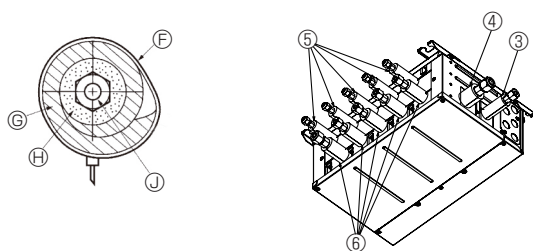
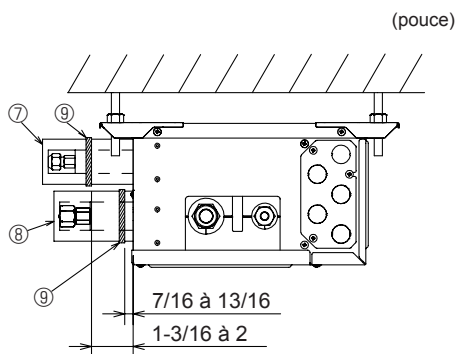

Fig. 7-4
Fig. 7-5
- Isolez les tuyaux de liquide et de gaz du boîtier de dérivation en appliquant de la mousse polyéthylène résistante à la chaleur tout autour. (Fig. 7-4) Sinon, il pourrait en résulter des blessures lors du raccordement des tuyaux ou des fuites d'eau en raison de la condensation sur ces derniers. Tout raccordement incorrect engendre un dysfonctionnement.
- (5) Appuyez les cache-tuyaux ③ et ⑤ sur les tuyaux de liquide contre l'appareil et enroulez-les pour les maintenir en place. (Fig. 7-4)
- (6) Appuyez les cache-tuyaux ④ et ⑥ sur les tuyaux de gaz contre l'appareil et enroulez-les pour les maintenir en place. (Fig. 7-4)
- (7) Fixez les sangles fournies ⑨ à 7/16-13/16 pouces (10 à 20 mm) de chaque extrémité des cache-tuyaux (③④⑤⑥).
- (8) Si l'appareil intérieur n'est pas raccordé, raccordez les cache-tuyaux (avec les bouchons, ⑦ et ⑧) sur les branchements des tuyaux de réfrigérant du boîtier de dérivation contre l'appareil afin d'éviter un écoulement de condensation des tuyaux. (Fig. 7-5)
- (9) Fixez les cache-tuyaux (⑦⑧) à l'aide des sangles fournies ⑨.
- ⑥ Sangle (3.1 Accessoire n° ⑨)
- ③ Cache-tuyaux (3.1 Accessoire n° ③④⑤⑥)
- ⑧ Isolant thermique pour tuyau de réfrigérant
- ④ Tuyau de réfrigérant
7.2. Gestion des orifices de raccordements qui ne sont pas raccordés à l'appareil extérieur (Fig. 7-5)